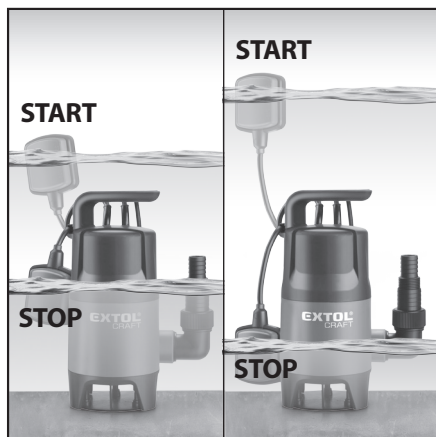

Abb. 2
Die einstellbare Schwimmerkabelänge ermöglicht es, bei welcher Wasserspiegellhöhe sich die Pumpe Ein- und Ausschalten soll, siehe Abb. 2.
• Damit der Schwimmerschalter richtig funktioniert, darf die Entfernung zwischen diesem und der Aufhängung von seinem Kabel nicht zu klein sein. Das beschriebene Prinzip ist auf der Abb. 2 dargestellt.
6. Damit der Schwimmerschalter richtig funktioniert, darf die Entfernung zwischen diesem und der Aufhängung von seinem Kabel nicht zu klein sein. Das beschriebene Prinzip ist auf der Abb. 2 dargestellt.
- Der Betrieb vom Pumpenelektromotor wird automatisch durch die Lage des Schwimmerschalters im Verhältnis zur Wasserspiegelhöhe der Flüssigkeit angesteuert, siehe Abb. 2.